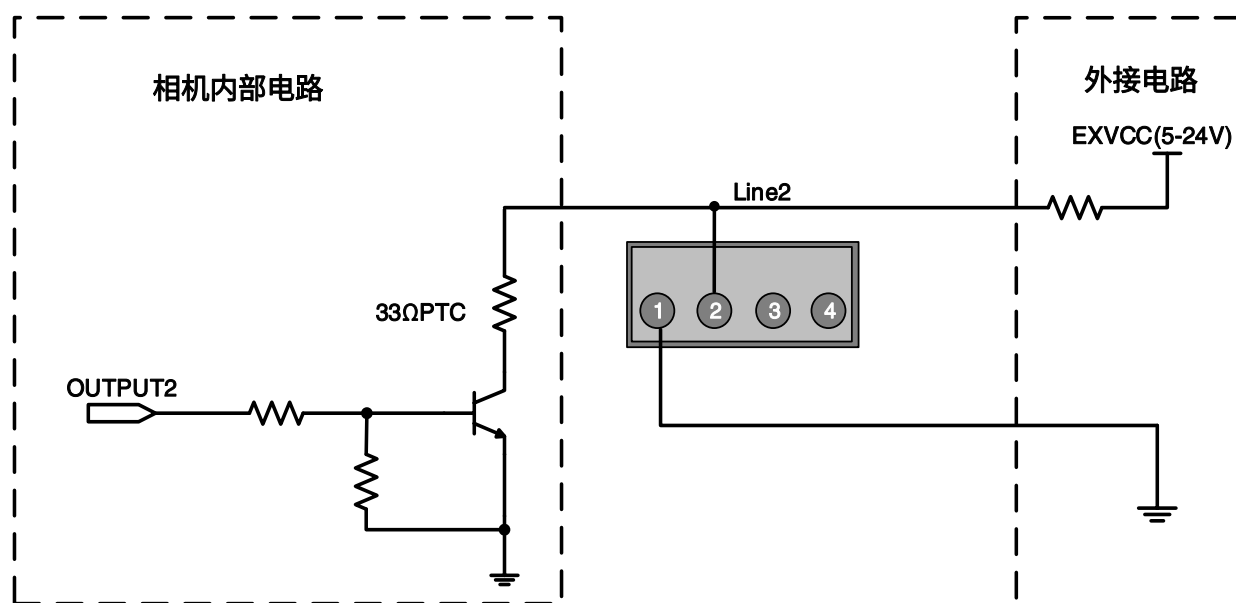

图 7-12 Line2 配置为输出引脚时相机内部等效电路
- Line2 配置为输出引脚时,相机内部等效电路如图 7-12 所示,以 Line2 为例